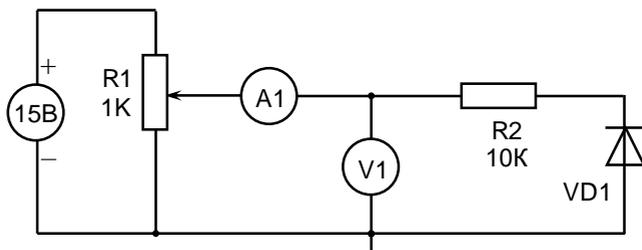

Рис. 3.4. Схема для снятия обратной ветви ВАХ
5. Собрать исследуемую схему для снятия обратной ветви ВАХ выпрямительного диода (рис. 3.4). Получив допуск у преподавателя или лаборанта, подать питание на лабораторный стенд. Снять по точкам обратную ветвь ВАХ, занести результаты в таблицу.